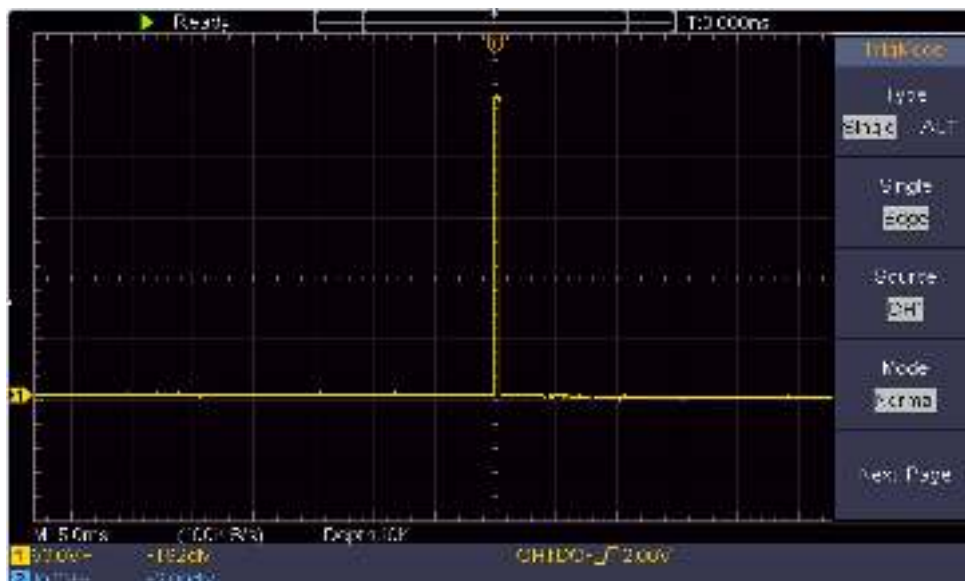

Figure 5-3 Capture d'un seul signal
- (2) Réglez les boutons d'échelle **verticale** et d'échelle **horizontale** pour définir des plages verticales et horizontales appropriées pour le signal à observer.
- (3) Appuyez sur le bouton **Acquérir** pour afficher le menu de droite.
- (4) Dans le menu de droite, sélectionnez **Acqu Mode** as **Peak Detect**.
- (5) Appuyez sur le bouton **Trigger Menu** pour afficher le menu de droite.
- (6) Dans le menu de droite, sélectionnez **Type** comme **Simple**.
- (7) Dans le menu de droite, sélectionnez **Single** as **Edge**.
- (8) Dans le menu de droite, sélectionnez **Source** comme **CH1**.
- (9) Dans le menu de droite, appuyez sur **Page suivante**, sélectionnez **Couplage** comme **DC**.
- (10) Dans le menu de droite, sélectionnez **Pente** comme (  croissante).
- (11) Tournez le bouton **Trigger Level** et réglez le niveau de **déclenchement** à environ 50 % du signal à mesurer.
- (12) Vérifiez l'indicateur d'état de déclenchement en haut de l'écran, s'il n'est pas prêt, appuyez sur le bouton **Run/Stop** et commencez l'acquisition, attendez que le déclenchement se produise. Si un signal atteint le niveau de déclenchement défini, un échantillonnage sera effectué et ensuite affiché à l'écran. En utilisant cette approche, une impulsion aléatoire peut être capturée facilement. Par exemple, si nous voulons trouver une bavure de grande amplitude, réglez le niveau de déclenchement à une valeur légèrement supérieure au niveau moyen du signal, appuyez sur le bouton **Run/Stop** et attendez le déclenchement. Lorsqu'une bavure se produit, l'instrument se déclenche automatiquement et enregistre la forme d'onde pendant la période entourant le moment du déclenchement. En tournant le bouton de **position horizontale** dans la zone de commande horizontale du panneau, vous pouvez modifier la position de déclenchement horizontale pour obtenir un retard négatif, ce qui permet d'observer facilement la forme d'onde avant que la bavure ne se produise (cf. *Figure 5-3*).